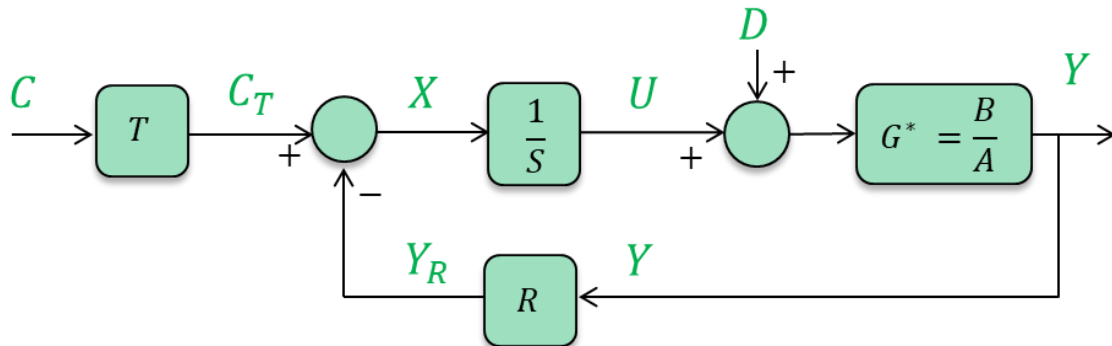

Figure 3 : Schéma de commande dans le domaine numérique
**Question 4.** En considérant le schéma-bloc de la commande RST dans le domaine numérique, voir la *Figure 3*, expliciter les contraintes de préspecification à vérifier par les polynômes  $R$ ,  $S$  et  $T$  telles que la boucle fermée résultante satisfasse les objectifs du cahier des charges sur le régime permanent.